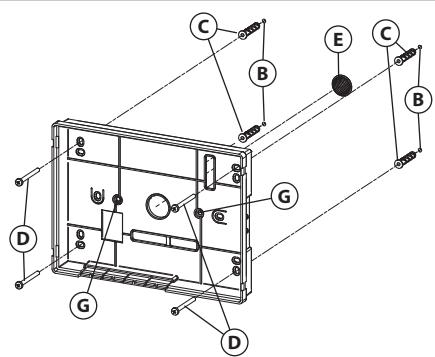

Fig. 4
- Appoggiare a parete la base del videocitofono ad una altezza di circa 135cm dal pavimento finito e prendere i riferimenti per i fori di fissaggio **B** (**Fig. 4**) tenendo presente che i conduttori **E** (**Fig. 4**) devono passare attraverso l'apertura **F** (**Fig. 4**). Se per l'uscita da parete dei conduttori si utilizza la scatola da incasso 503, murare la stessa in posizione verticale lasciando circa 140cm tra la base e il pavimento finito.
- Facendo riferimento alla **Fig. 4**, realizzare i fori **B**, inserire al loro interno i tasselli ad espansione **C** e fissare la base del videocitofono alla parete tramite le viti **D** avendo cura di passare i conduttori **E** attraverso la fessura **F**. Se è stata utilizzata la scatola da incasso 503, fissare a parete la base tramite i fori **G** (a passo con le linguette di fissaggio della 503) utilizzando le viti **D**.